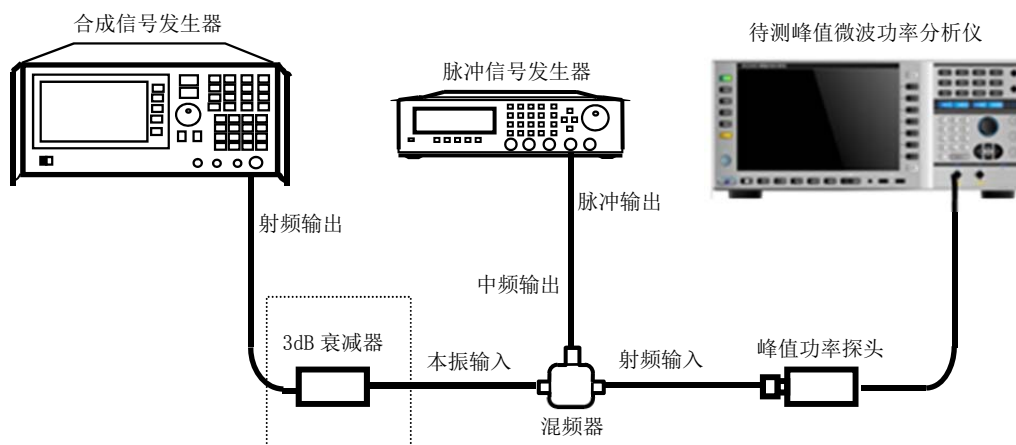

图 8.3 最小可测脉冲宽度测试
测试框图如图 8.3 所示。
- 1) 开机预热至少 30 分钟。宽带峰值微波功率分析仪配接 81702 系列峰值功率探头进行自动校准后按图 8.3 连接设备。